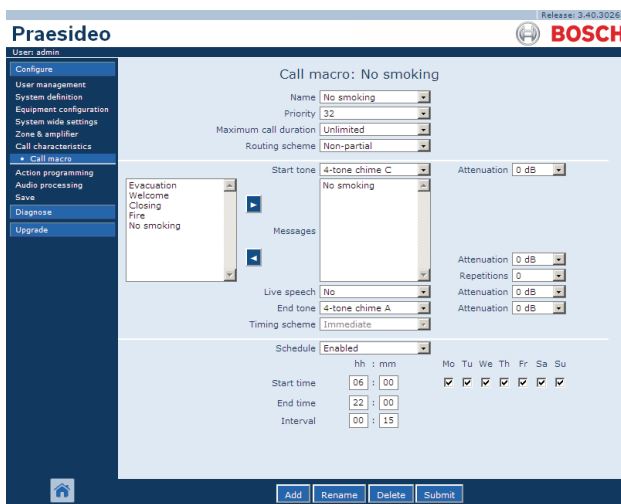

figura 47.2: Agregar macro de llamada, paso 1
- 1 Vaya a *Configure > Call characteristics > Call macro*. Aparece una pantalla similar a la mostrada en figura 47.2 en el cuadro principal de la interfaz Web.